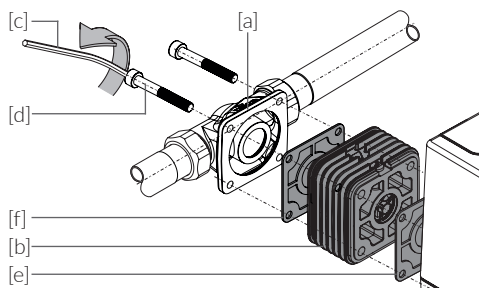

Abb. 6.2.1
- ⚠** Es ist zu beachten, dass die Hauptachse senkrecht ausgerichtet ist (Abb. 6.2.1 - 6.2.4). Die Installation darf nur von geeignetem Fachpersonal durchgeführt werden!